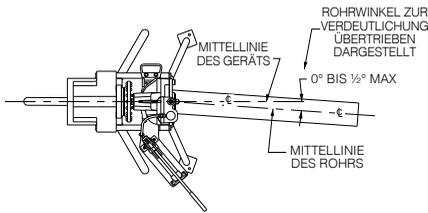

ABBILDUNG 2
2. Richten Sie den Rohrständer ca. ½° nach links aus (Spurwinkel). Siehe Abbildung 2.